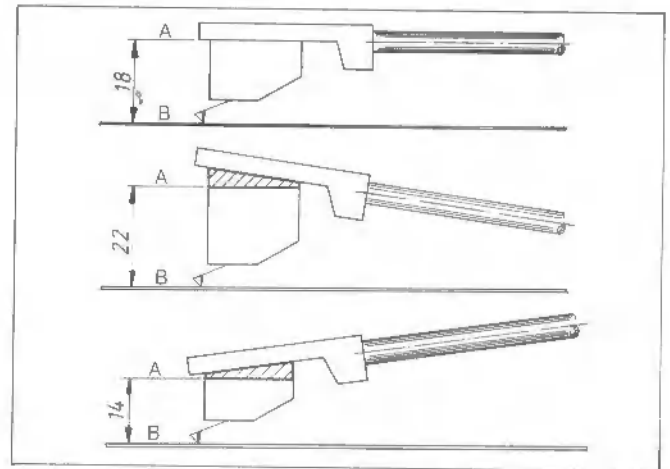

Fig. 5
- Für Tonabnehmersysteme, welche dieses Maß über- oder unterschreiten, können die beigelegten Keile (18) verwendet werden (Fig. 5).
- Die vom Hersteller des Tonabnehmers vorgesehene Einstellung erreichen Sie, wenn die Montagefläche (A) des Tonabnehmers parallel zur Schallplatte (B) verläuft.